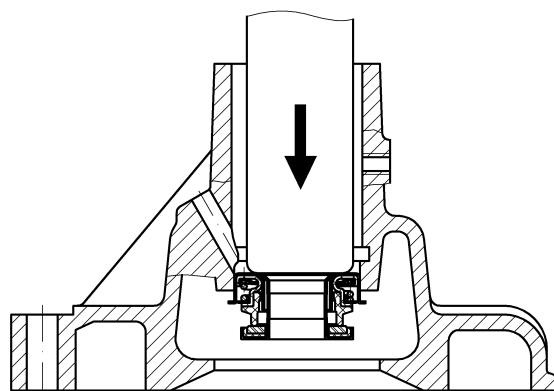

Рис.83. Выпрессовка уплотнения
- выпрессовать уплотнение из корпуса (рис.83).